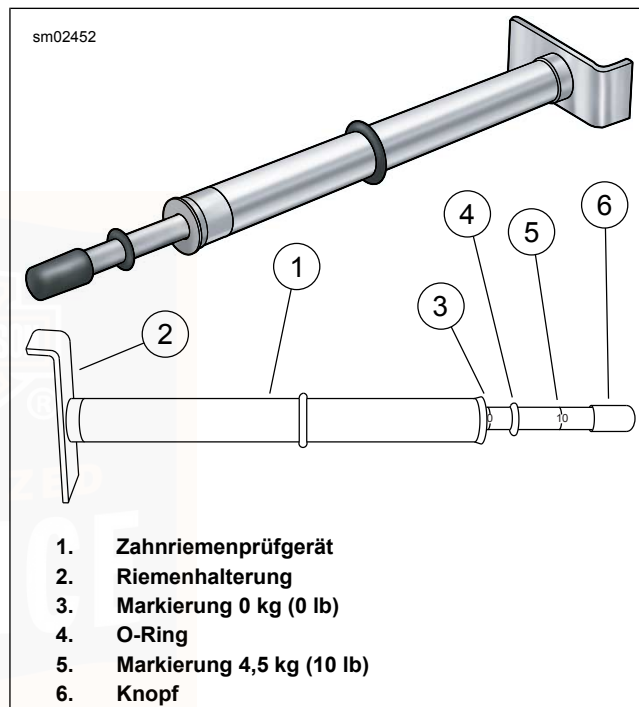
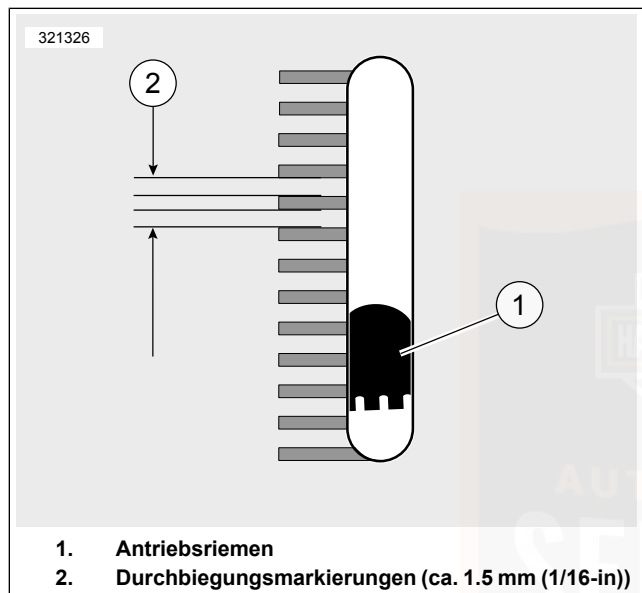

Abbildung 66. Zahnriemenprüfgerät
Abbildung 67. Sichtfenster der Riemendurchbiegung
3. Siehe Abbildung 66. Messung der Riemendurchbiegung mit ZAHNRIEMENPRÜFGERÄT (TEILE-NR.: HD-35381-A):
- a. Den O-Ring (4) zur Null-Markierung (3) schieben.
- b. **Modelle mit Rahmendurchbiegungs-Sichtfenster:** Die Riemenhalterung (2) in einer Linie mit dem Riemendurchbiegungs-Sichtfenster an den unteren Teil des Antriebsriemens anlegen.
- c. **Alle anderen Modelle:** Die Riemenhalterung (2) gegen die Unterseite des Antriebsriemens auf halbem Wege zwischen den Antriebsriemensscheiben anordnen.
- d. Den Knopf (6) nach oben drücken, bis der O-Ring nach unten auf die Markierung 4,54 kg (10 lb) (5) rutscht; dort festhalten.
- a. **Modelle mit Riemendurchbiegungs-Sichtfenster:** Siehe Abbildung 67. Die Riemendurchbiegung durch das Riemendurchbiegungs-Sichtfenster messen und dabei das Prüfgerät ruhig halten. Jede Durchbiegungseinteilung entspricht ungefähr 1,6 mm (1/16 in).